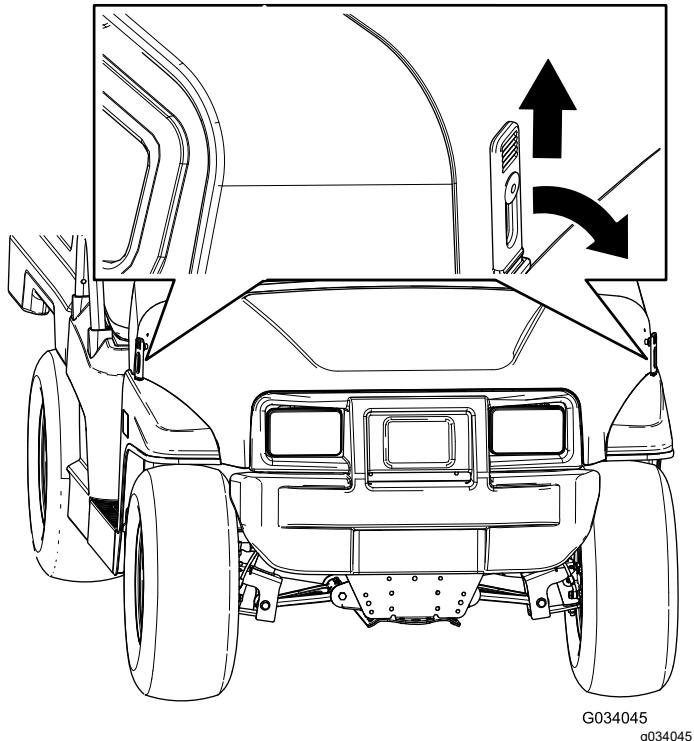

Figura 31
1. Sollevate l'impugnatura dei fermi in gomma su ciascun lato del cofano (Figura 31).
2. Fissate il cofano allineando i fermi in gomma sugli ancoraggi dei fermi su ciascun lato del cofano (Figura 31).